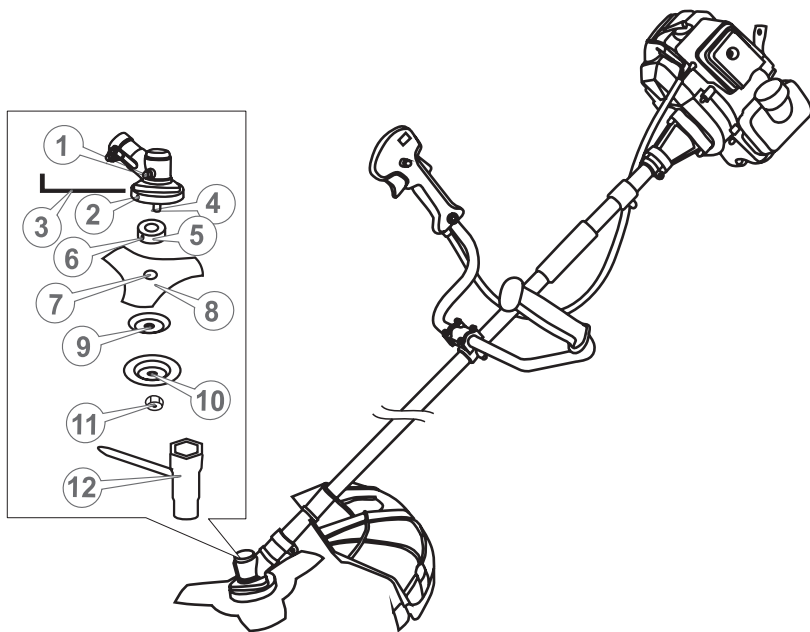
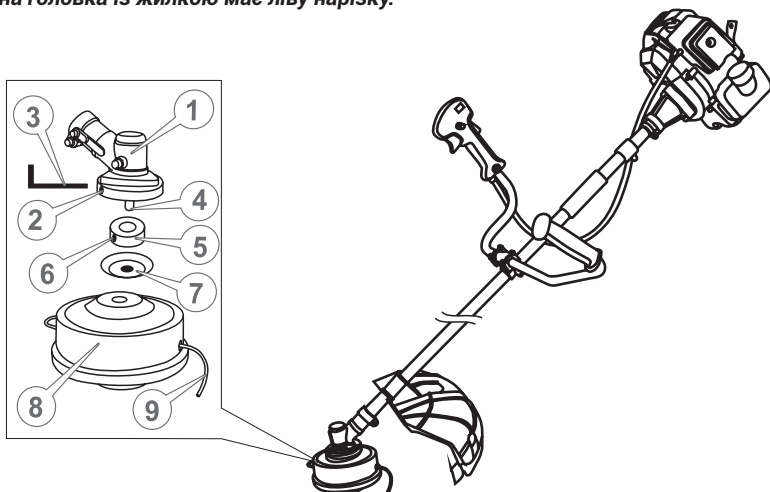

Рисунок 4. Схема встановлення різального ножа.
Рисунок 5. Схема встановлення різальної головки із жилкою.
- вставити шестигранний ключ (3, рис. 4) або викрутку в стопорний отвір (2, рис. 4) редуктора, фіксуючи таким способом вал від провертань;
- відкрити за допомогою накидного ключа (12, рис. 5) верхню фіксувальну гайку лівої нарізки (11, рис. 4), зняти її, після чого зняти захисну
кришку тарілчастої форми (10, рис. 4) та шайбу тарілчастої форми (9, рис. 4), залишаючи на шпинделі (4, рис. 4) приводну шайбу–перехідник (5, рис. 4);
- поверх приводної шайби вкласти різальний ніж (8, рис. 4) таким чином, щоб посадковий уступ приводної шайби (5, рис. 4) увійшов у посадковий отвір ножа (7, рис. 4);
- поверх ножа почергово встановити на шпиндель редуктора шайбу тарілчасту (9 рис. 4), захисну кришку (10, рис. 4) і надійно закріпити гайкою лівої нарізки (11, рис. 5) за допомогою накидного ключа (12, рис. 4);
- витягнути ключ (3, рис. 4) із стопорного отвору (2, рис. 4) редуктора (1, рис. 4).
Фіксуюча гайка (11, рис. 4) має ліву нарізку.
- вставити шестигранний ключ (3, рис. 5) або викрутку в стопорний отвір (2, рис. 5) редуктора, фіксуючи таким способом вал від провертань;
- відкрутити за допомогою накидного ключа (12, рис. 4) верхню фіксувальну гайку лівої нарізки (11, рис. 4), зняти її, після чого зняти захисну кришку (10, рис. 4), залишаючи на шпинделі (4, рис. 5) приводну шайбу (5, рис. 5) та шайбу тарілчастої форми (7, рис. 5);
- поверх шайби тарілчастої форми накрутити різальну головку із жилкою (8, 9, рис. 5);
- витягнути шестигранний ключ (3, рис. 5) або викрутку із стопорного отвору (2, рис. 5) редуктора (1, рис. 5).